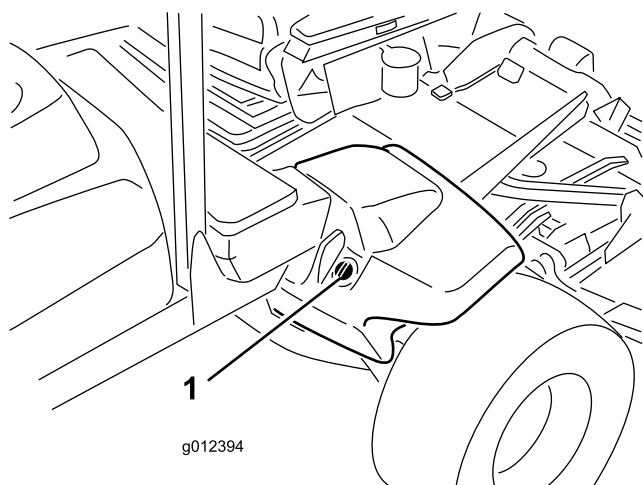

Figure 17
2. Nettoyez la surface autour du goulot et du bouchon de remplissage du réservoir hydraulique (Figure 17).